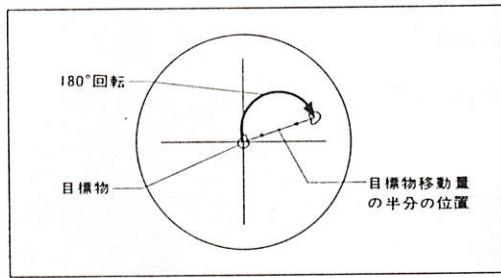

図 15
3) ステージを半回転（約180°）させます。目標物の移動量の半分の位置に、十字線の交点が来るようレボルバ心出し工具により対物レンズを移動します。（図15）